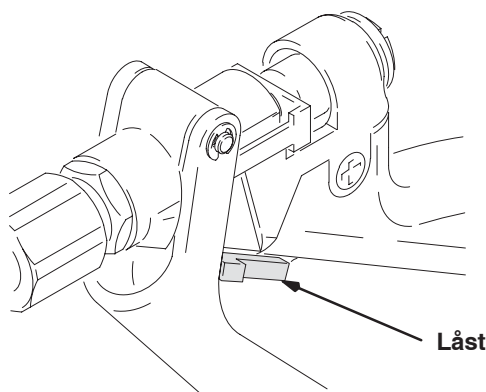

Fig. 1
1. Släpp avtryckaren helt och lås säkerhetsspärren genom att vrida den framåt. Se Fig. 1.
Lås säkerhetsspärren genom att släppa avtryckaren och vrida säkerhetsspärren mot avtryckaren som i Fig. 1.